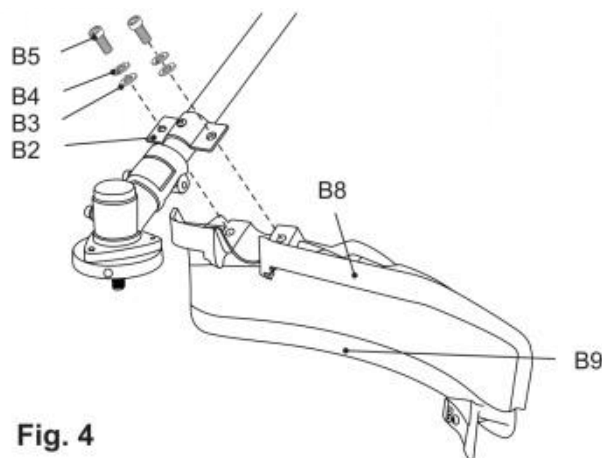

Fig. 4
- 3) Fixez la connexion avec des boulons (B5) , des rondelles élastiques rs((B4)) et des rondelles (B3)) à l'aide de l'outil (E4) .(Fig.4).